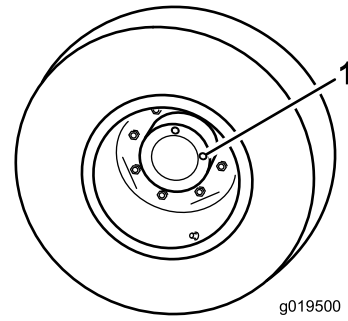

Figura 85
1. Con la máquina en una superficie nivelada, coloque la rueda con un tapón de verificación (Figura 85) en la posición de las 12 y el otro en la posición de las 3.
1. Tapón de verificación/drenaje (2)
2. Retire el tapón de la posición de las 3 (Figura 85). El aceite debe llegar a la parte inferior del orificio del tapón de verificación.